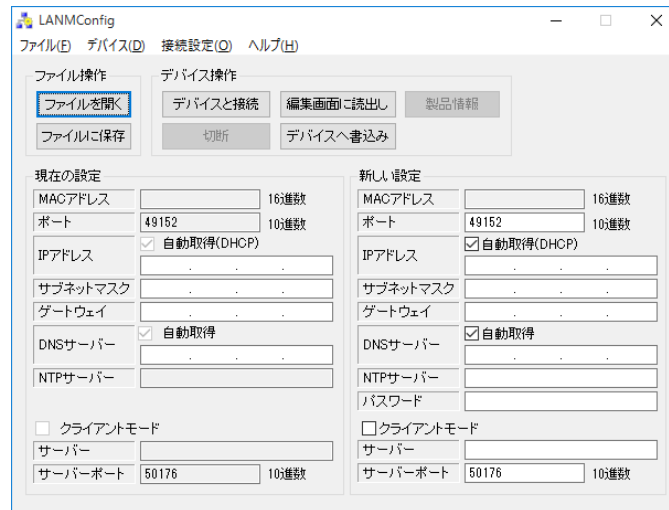

図 20 ネットワーク設定ツール「LANMConfig」の画面
製品は使用開始前にネットワーク設定を適切に行う必要があります。図 20 はネットワーク設定に使用する設定ツール「LANMConfig」の画面、表 18 は設定項目です。
2. 設定ツールのメニュー画面 (図 17) から [ネットワーク設定ツール (LANMConfig)] ボタンを押します。図 20 の画面が表示されます。